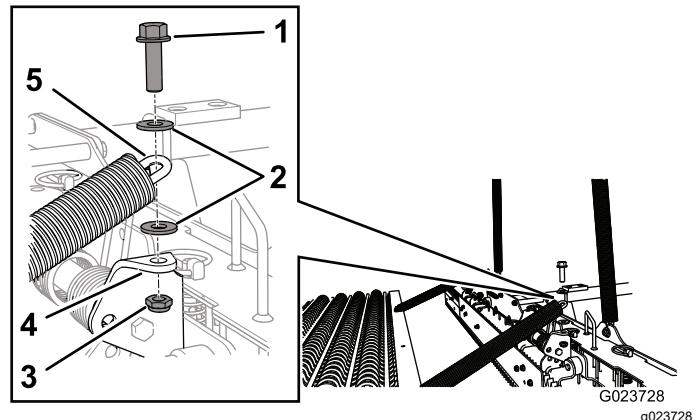

Figura 3
1. Alinee el extremo de una cadena con el taladro del soporte del mismo lado de la placa escarificadora (Figura 3).
2. Sujete la cadena al soporte con un perno (3/8 x 1-1/4 pulgada), 2 arandelas y una contratuercia, según se muestra en Figura 3.